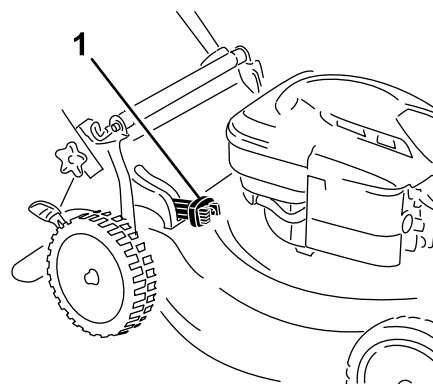

Figura 21
- Pentru a colecta resturile de iarbă și de frunze, apăsați butonul de pe maneta sac colectare la cerere și deplasați maneta în față până când se ridică butonul de pe manetă (Figura 21).